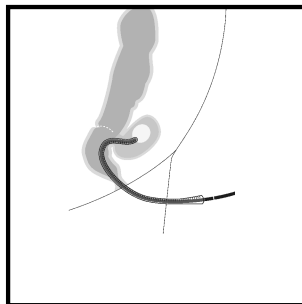

Fig. 2
8. Inserte el endoscopio y el sobretubo (o el rectoscopio o proctoscopio) cuidadosamente en el canal anal utilizando un lubricante apropiado y póngalo a la altura de la cavidad con insuficiencia (Fig. 2).